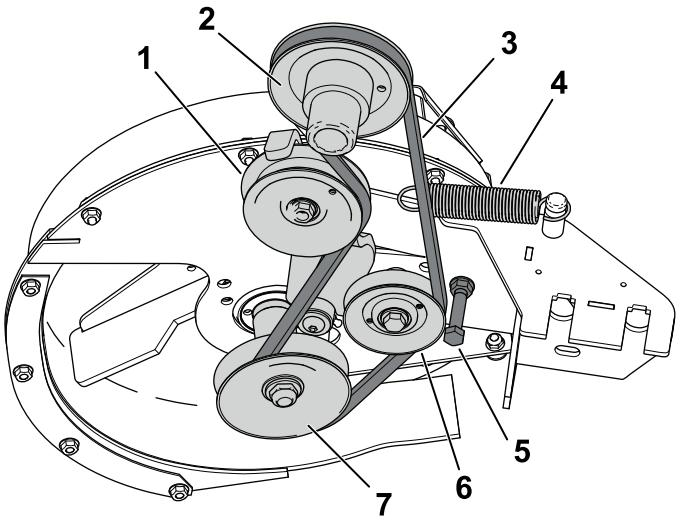

Bild 40
3. Lösen oder Entfernen Sie die Riemenführung (Bild 40).
4. Ziehen Sie an der gefederten Spannscheibe, um die Riemenspannung zu lösen (Bild 40).
6. Legen Sie den neuen Riemen um die Riemscheibe am Gebläse (Bild 40).
7. Ziehen Sie die Riemenführung fest oder setzen Sie diese ein (Bild 40).